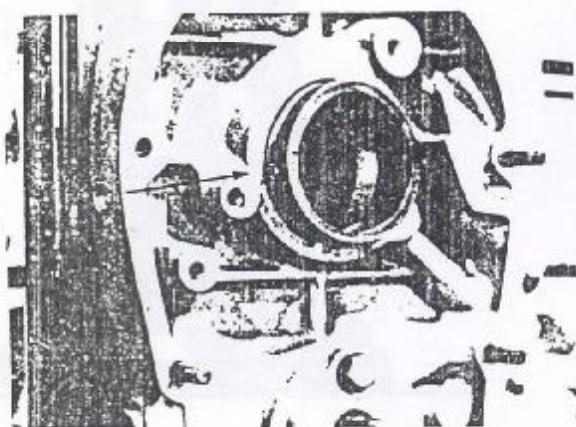

Figura 1.05.4 - Posicionamento do casquillo
1. Posicionar o casquillo dianteiro da árvore de manivelas no bloco do motor, observando que o orifício do parafuso de posicionamento, existe...e no diâmetro externo do mesmo, fique perfeitamente alinhado com a canaleta do próprio parafuso (Figura 1.05.4).